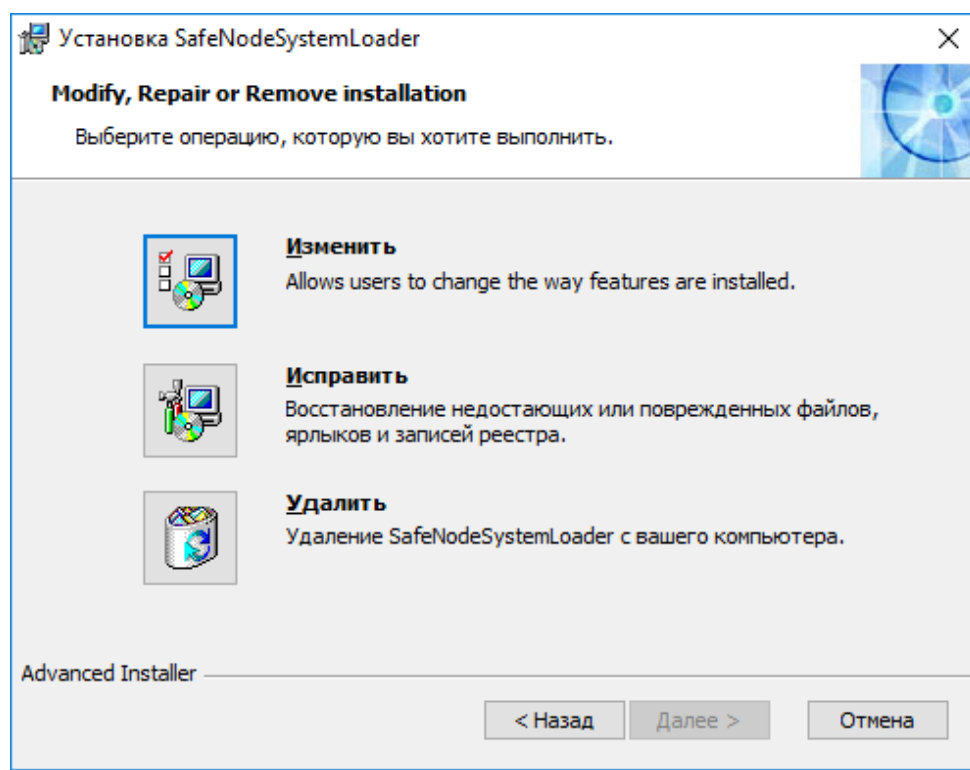

Рисунок 3.10 – Диалоговое окно для выбора дальнейших действий
3.3.6 После корректного указания пароля необходимо в следующем диалоговом окне выбрать значение **«Изменить»** (рисунок 3.10).
5.1 После установки изделия для разблокировки его полнофункциональной версии необходима активация лицензии. Для активации изделия из консоли АБ необходимо выбрать пункт **«Администрирование СДЗ»** (рисунок 3.10) и дождаться появления окна активации (рисунок 5.1).